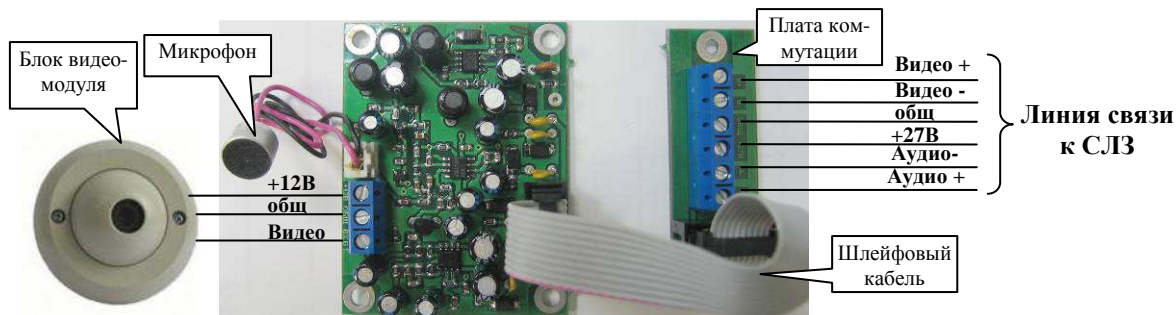

Рисунок 9.26. Схема подключения ВКА
Схема подключения ВКА представлена на рис.9.26.
6) Присоединить провода кабеля линии связи к клеммной колодке на плате коммутации согласно рис.9.26.
- 7) Соединить плату ВКА в блоке видеомодуля с платой коммутации в основании шлейфовым кабелем (рис.9.26).